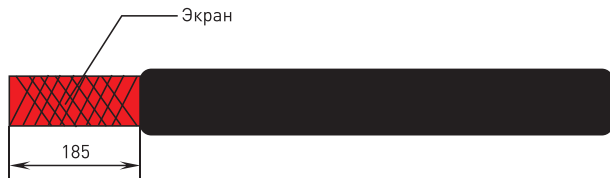

Рисунок 5
5.2. После выполнения пункта 3.1., со стороны сальника разрезать и снять оболочку кабеля на длину 185 мм, оголив экранирующую оплетку (рисунок 5).